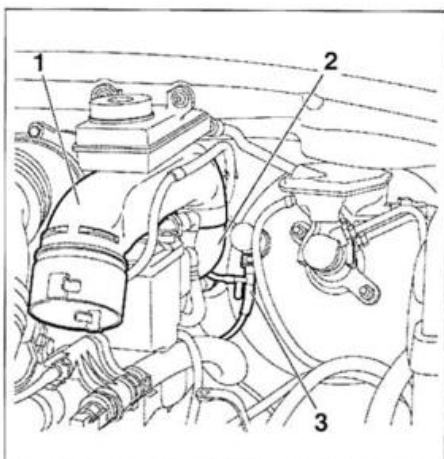

FIG. 14
- Desmontar las tuberías de entrada de aire (1) y (2) (motores Diesel) (fig. 14) o el filtro de aire (motor gasolina).